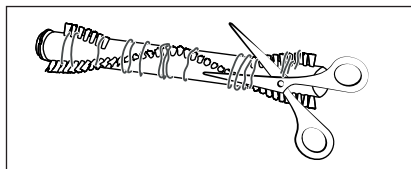

Fig. 28
- 4) Klip trævler og hår langs børsterne til børsterullen 21 igennem med en saks (se fig. 28). Fjern trævler og hår fra børsterullen 21.